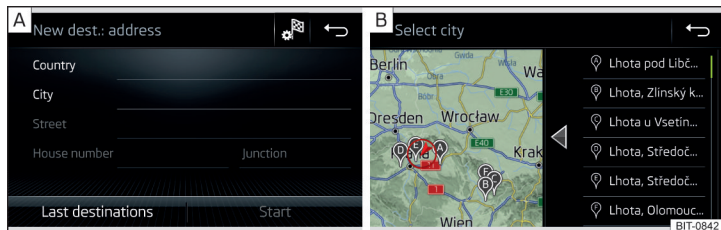

Fig. 211 Saisie de la destination au moyen de l'adresse : Menu principal / Liste des destinations trouvées
- Saisissez et confirmez l'adresse de destination » fig. 211 - **A**.
Selon le nombre de destinations recherchées, celles-ci peuvent être affichées automatiquement sur une carte avec une liste des lieux recherchés » fig. 211 - **B**.